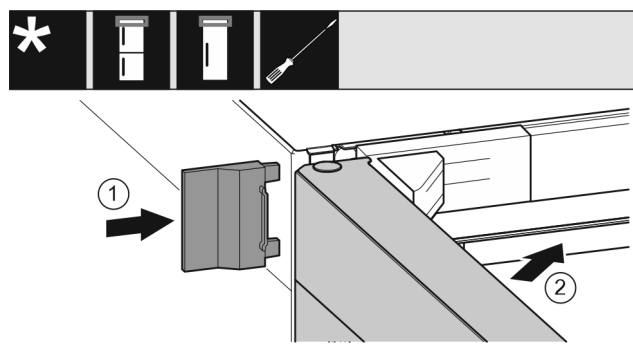

Fig. 26
- ▶ Vnější kryt Fig. 26 (1) nasuňte.
- ▶ Zavírejte horní dveře Fig. 26 (2).